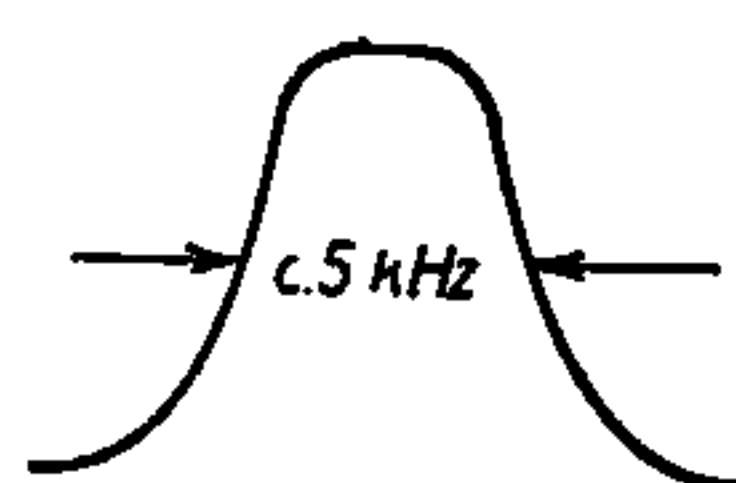

Fig. 3
- b) Dernæst 1 MF. Oscillator forbindes til Gitter af UCH 11. For at opnaa en god Kurveform ved saavel stor som lille Regulering, trimmes der ind ved forskellig Regulerspænding, f. Eks. ved  $\pm 3$  og  $\pm 9$  Volt. Man tager Regulerspændingen fra et Gitterbatteri. Kurverne skal praktisk talt være ens saavel ved stor som lille Regulerspænding. Bredden 5 kHz (se Fig. 3).